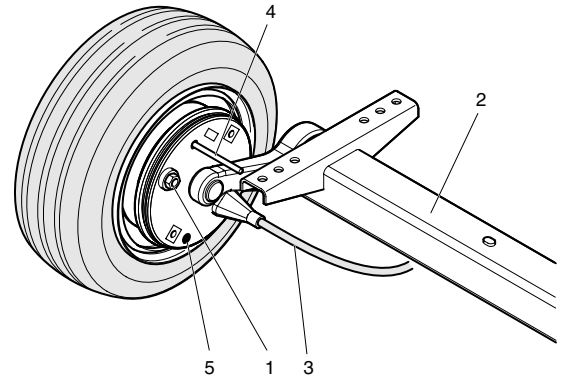

Рис. 5.5 Регулировка тормозной колодки
Поднимите и компрессор обеспечьте его опору. Проверьте, что все тормоза выключены (инерционный тормоз и рычаг ручного тормоза). Тормозные тросы не должны быть натянуты. Заблокируйте поворотные кулачки колесного тормоза снаружи с помощью шпильки  $\varnothing$  4 мм (4) через отверстие, как показано на рис. 5.5.